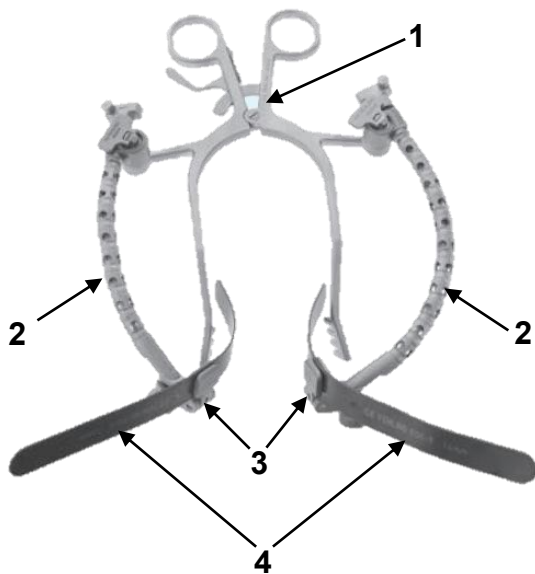

Fig. 1 : Exemple de configuration de l'écarteur CONCEPT cervelet avec les bras de tension, les porte-spatules et les spatules
La figure 1 montre un exemple de configuration de l'écarteur CONCEPT cervelet (1) avec les bras de tension (2) et les spatules (4). Les composants correspondants sont répertoriés dans le tableau 1.